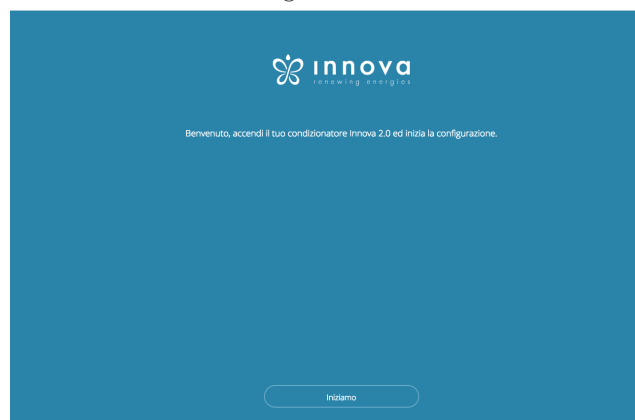

Figura 2-46
- Si apre la finestra del browser con la prima schermata dell'App per la versione desktop. (Figura 2-46)
- con un doppio clic sul file **run.bat** si apre la schermata del browser (Figura 2-46) e una di CMD.